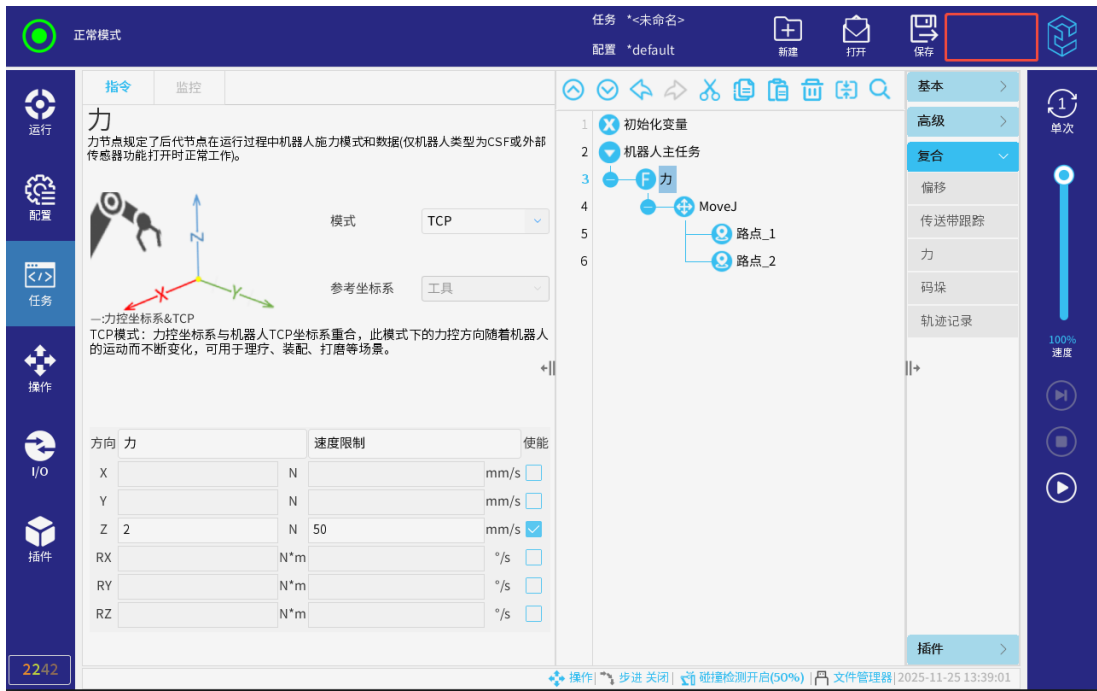

图 3-17: 进入专家模式
1. 连续点击示教器右上方空白处五次，如图 3-17所示，输入密码“ELIBOT”进入专家模式。